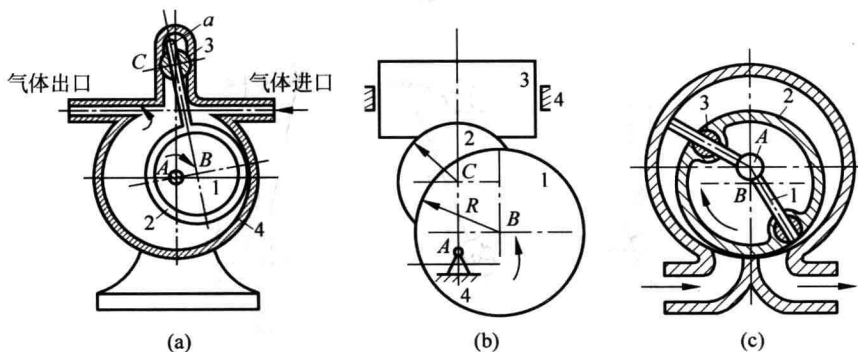
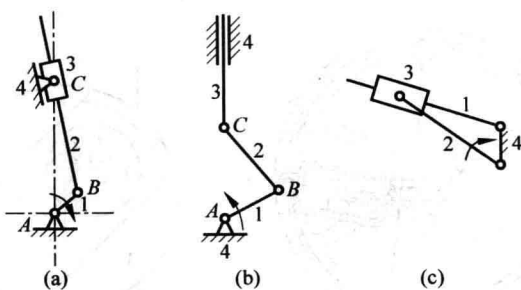

图 1.15 题 1.2.2 图
图 1.16 题 1.2.2 解答
1.2.2 绘制如图 1.15 所示机构的运动简图。
解 图 1.15 所示机构的运动简图如图 1.16 所示。